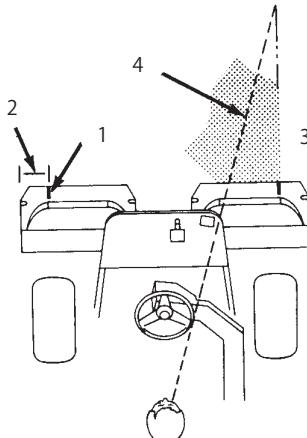

図29
2. その位置に白色テープか白ペンキで集草箱の縁と平行に目印を入れる (図29)。
3. 行きと帰りでのオーバーラップができるだけ小さくなるように運転します。隣の列との距離を一定に保つて直進するには、本機の前方約 2~3m を視野に捕らえておくのがポイントです(図29, 30)。ハンドルを目印にして距離を合わせても良いでしょう。その場合、ハンドルの縁と本機前方の目標ラインとを重ねて見ながら運転します(図29, 30)。